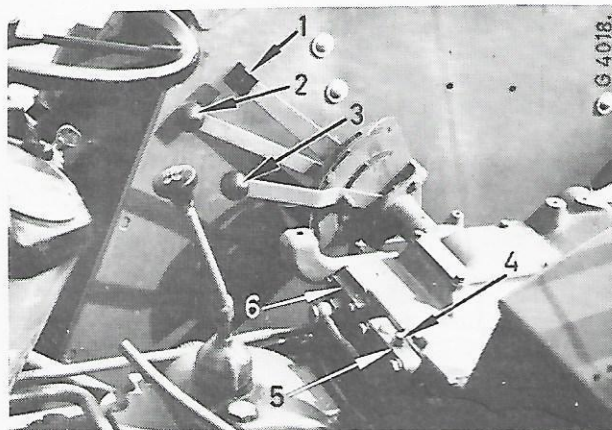
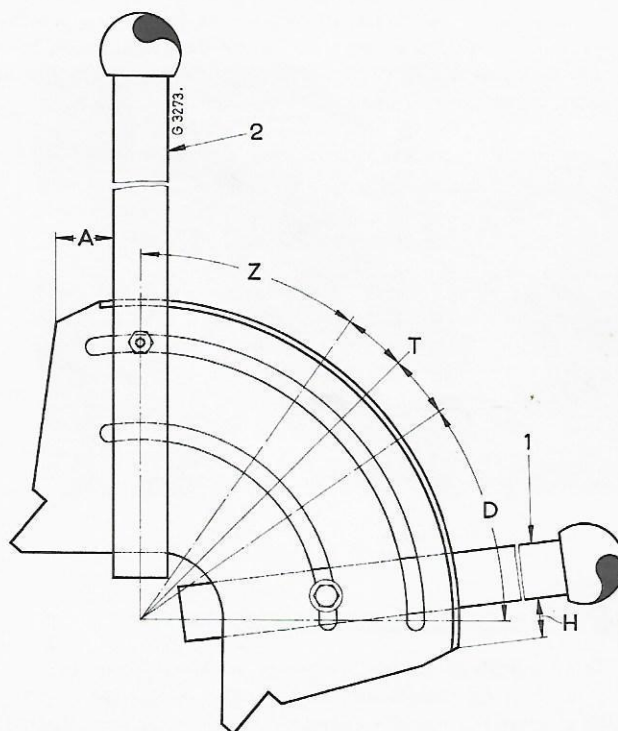

Fig. 32
Fig. 33
Poussez le levier (2), fig. 32, dans la position inférieure, pour le rendre inefficace. L'équipement n'est commandé que par le levier (3) de position dont le réglage correspond à une position déterminée des bras de relevage ou de l'équipement. Lorsque le levier (3) est relevé, les bras de relevage suivront ce mouvement jusqu'à ce qu'ils aient atteint la position pré-sélectionnée. Le poussoir du bras de commande de relevage arrête alors automatiquement la commande de relevage.
NOTE: Il permet aussi de sortir l'outil du sol (A, Fig. 33).
Selon sa conception la charrue fonctionne soit dans le secteur d'extension (Z, fig. 33), soit dans le secteur de compression (D). Dans le premier cas, la résistance maximum de fonctionnement est atteinte avant le point mort (T). Lorsque le levier de contrôle de traction est poussé au-delà du point mort dans le secteur de compression (D), le système fonctionne en position de flottement, ce qui signifie que le système de contrôle de traction est rendu inefficace.
En cours de fonctionnement le système de contrôle de traction maintient l'outil à la profondeur prédéterminée. Il est toujours possible de procéder à une correction manuelle au cours du travail. Lorsque la profondeur est correcte, placez le levier témoin (1, Fig. 32) de façon à assurer une profondeur de travail uniforme.
Lorsque vous travaillez avec le levier en position point mort (T, fig. 33), la barre de poussée du troisième point n'est soumise à aucun effort (pas d'extension, ni de compression).
Lorsque les deux leviers de contrôle (2) et (3) fig. 32, sont ramenés complètement vers le bas, le système est en position flottante et le contrôle de traction n'agit plus (H, fig. 33).
La vitesse de descente peut être modifiée à volonté à l'aide d'une manette de contrôle (4, fig. 32). En tournant la manette vers la gauche on ralentit la vitesse de descente progressivement.